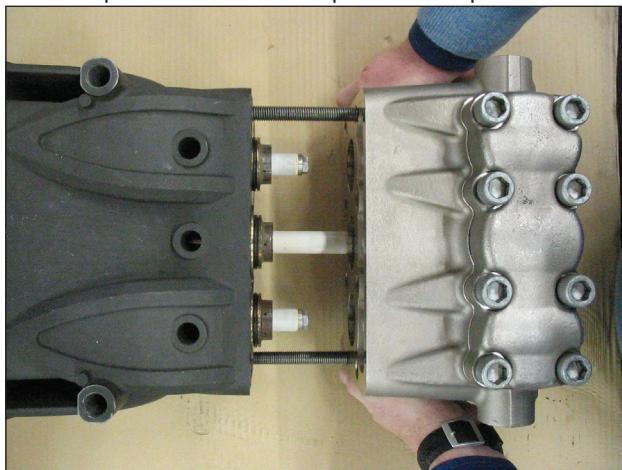

Fig. 33
- B) Lubrificare i componenti ②③⑤ con grasso al silicone Tipo OCILIS cod. 12001600; tale operazione è ritenuta necessaria anche per facilitare l'assestamento del labbro delle tenute sul pistone.
2. Utilizzando due viti - spina di servizio (cod. 27508200) fissate al carter come indicato in Fig. 33, posizionare la testata completa, assicurarsi che sia centrata solo sul pistone centrale.